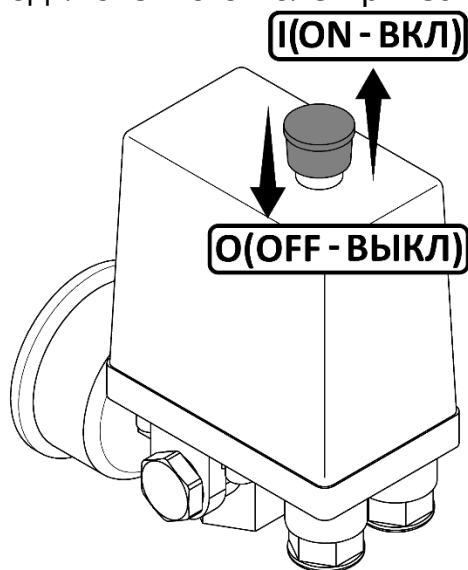

Рисунок 6
- Проверьте, чтобы выключатель на реле давления находился в выключенном положении "O" (рисунок 6).
- Включите компрессор выключателем на реле давления и сразу же выключите. Для этого необходимо переключить выключатель в положение "I" (рисунок 6). Кнопка выключателя имеет фиксированные положения
- Переключите выключатель на прессостате в положение **"O"** или **"OFF"**, в зависимости от исполнения (рисунок 6).